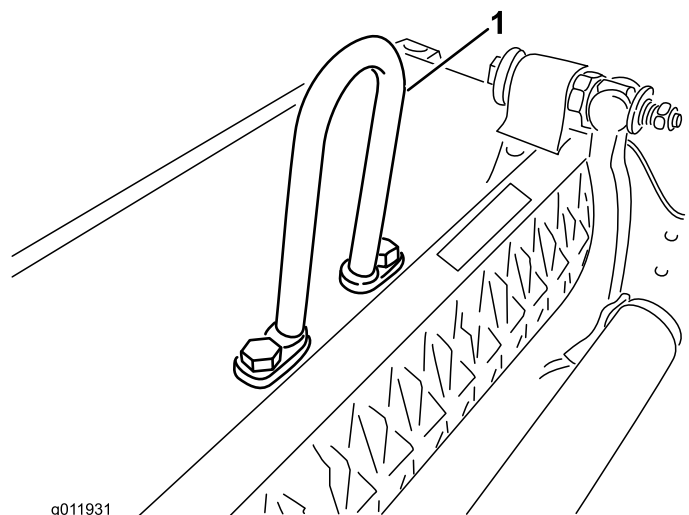

Figura 5
- É necessário um **elo do aro** (peça n.º 105-5740) como se mostra na Figura 5 para as unidades de tração Greensmaster 3000, 3000-D, 3050, 3100, 3150 e 3150-Q (fornecido com as unidades de tração Greensmaster anteriores).